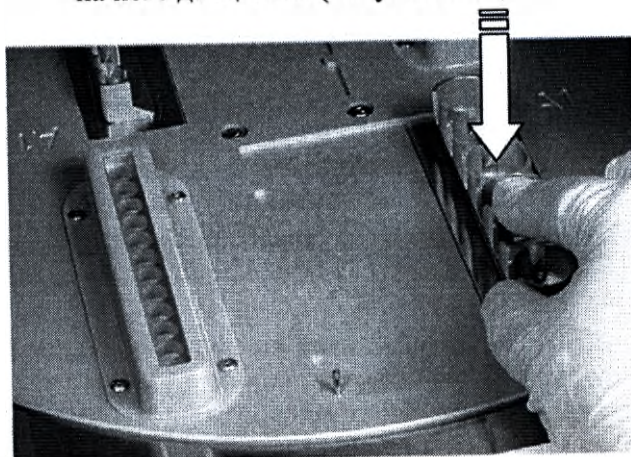

Рисунок 3-12. Замена модуля нагрева
2. Установите новый модуль нагрева на место и надавите на него до щелчка (Рисунок 3-12).